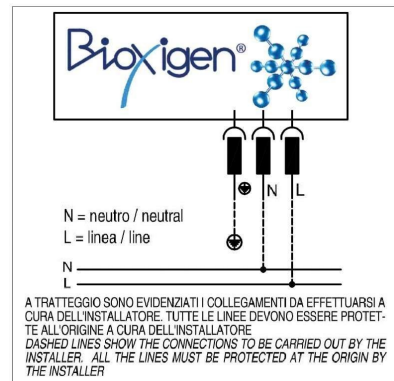

Fig.35
L'alimentazione elettrica viene portata all'apparecchio BIOXIGEN® tramite il collegamento della presa a 3 poli data in dotazione (Fig. 35).
*The power supply is brought to the BIOXIGEN® device by connecting the supplied 3-pole socket (Fig.35).*